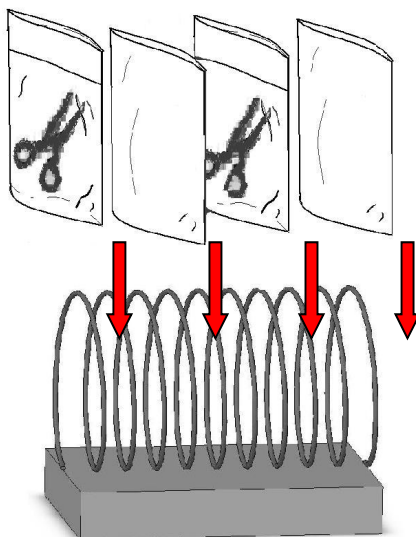
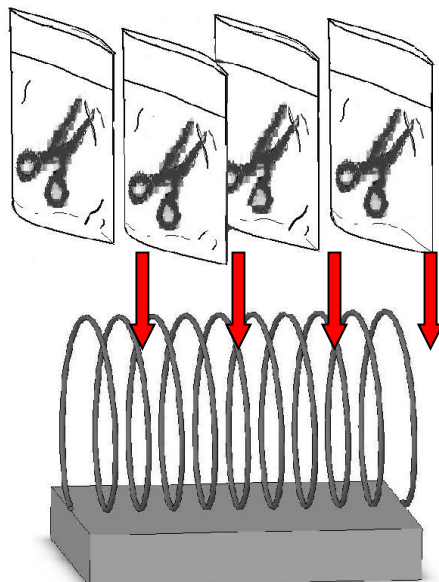

Figura 22
Figura 23
**Advertencia:** Sugerimos usar un Sujetador de resorte para los artículos con bolsas de esterilización para asegurar el resultado de la esterilización. Siga la información indicada en la Figura 22 y Figura 23 para colocar cada bolsa de forma separada. El sujetador de resorte se encuentra disponible como un accesorio opcional.